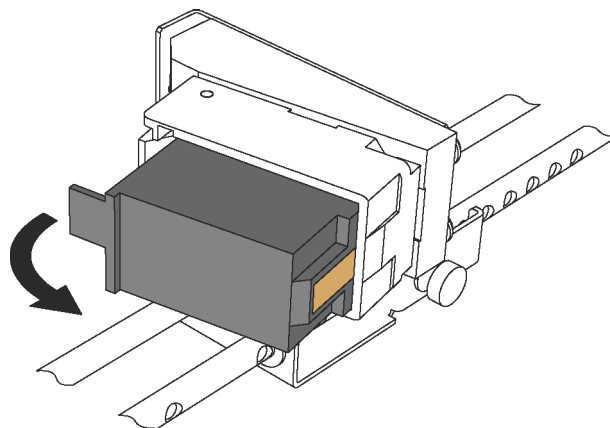

図 5-3 : プリンタカートリッジ
1. プリンタカートリッジ後部のタブを引っ張り、外側に回します (図 5-3 参照)。